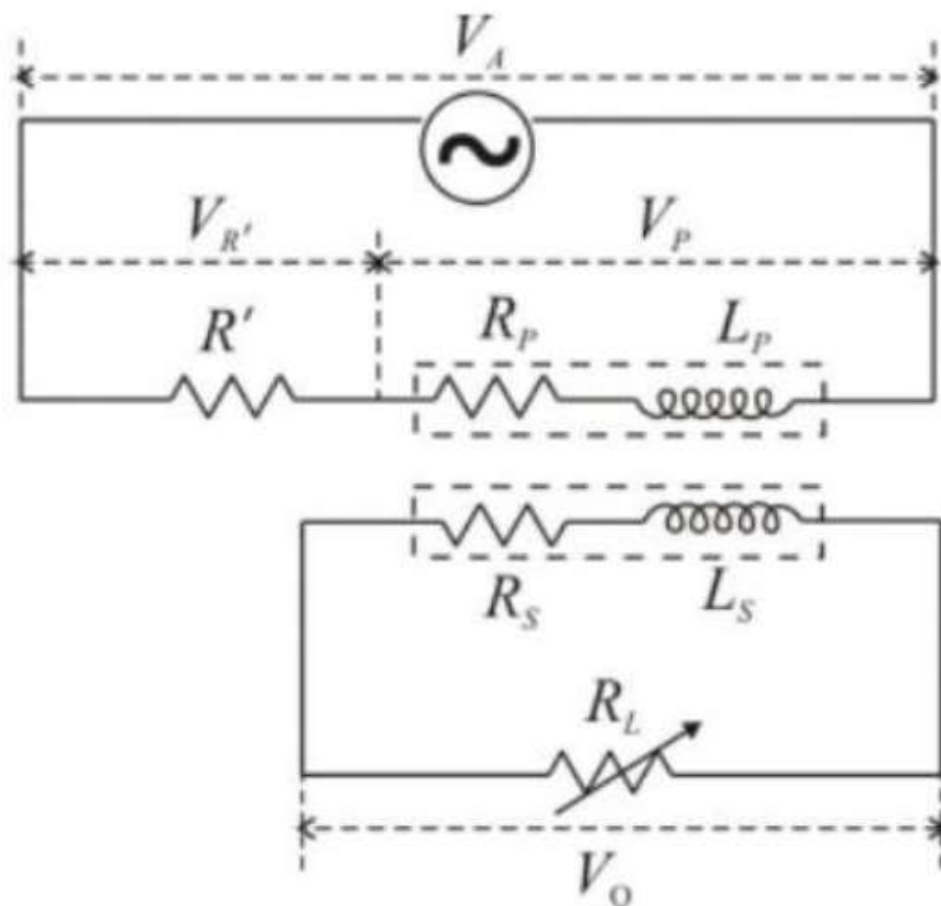

图3 变负载测量电路
根据消耗功率的等效原理，引入反射电阻与反射电感的概念，初级线圈中的反射电阻 R_R 所消耗的功率必须等于次级线圈回路中的电阻 R_S 和 R_L (图 3) 消耗的功率，反射电感 L_R 储存的能量和次级回路中的电感 L_S 储存的能量相同，即：
(1) 如图 3 所示，使用线圈 1 作为初级线圈，线圈 2 作为次级线圈，将初级线圈与 $R'=300\ \Omega$ 的定值电阻串联，并连到信号发生器通道 1(CH1)的输出端，将次级线圈与电阻板(作为可变电阻 R_L)相连，改变 R_L 的阻值，并测量每个 R_L 时的 V_A 、 $V_{R'}$ 、 V 和输出电压 V_O 。 (R_L 的取值： $R_L=100\ \Omega$ ， $200\ \Omega$ ， \dots ， $1000\ \Omega$)
(2) 理论推导互感系数 M 、截距可用来获得次级线圈的感抗 X_s 。写出该线性关系的表达式。
(3) 涡流效应